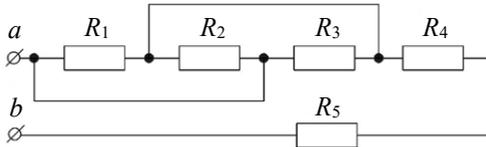

Рис. 10. Конфигурация электрической цепи к задаче 2
**Задача 2.** Для заданной электрической цепи (рис. 10) определите величину эквивалентного сопротивления  $R_{\text{экв}}$ , если  $R_1 = R_2 = R_3 = 12 \text{ Ом}$ ,  $R_4 = 1 \text{ Ом}$ ,  $R_5 = 3 \text{ Ом}$ .